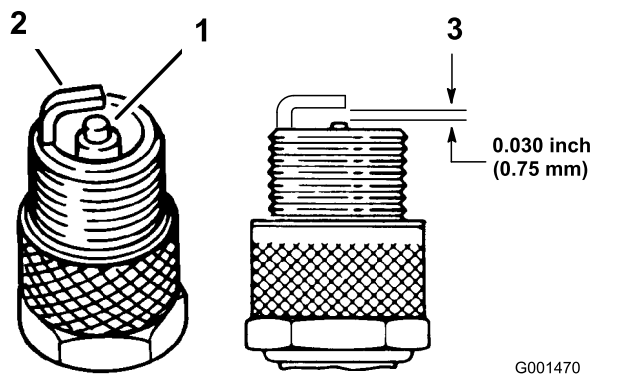

Figure 20
2. Contrôlez l'écartement entre l'électrode centrale et l'électrode latérale (Figure 20). Courbez l'électrode latérale (Figure 20) si l'écartement est incorrect.
1. Examinez le centre des bougies (Figure 20). Si le bec isolant est recouvert d'un léger dépôt gris ou brun, le moteur fonctionne correctement. S'il est recouvert d'un dépôt noir, cela signifie généralement que le filtre à air est encrassé.
3. Branchez les fils aux bougies (Figure 20).